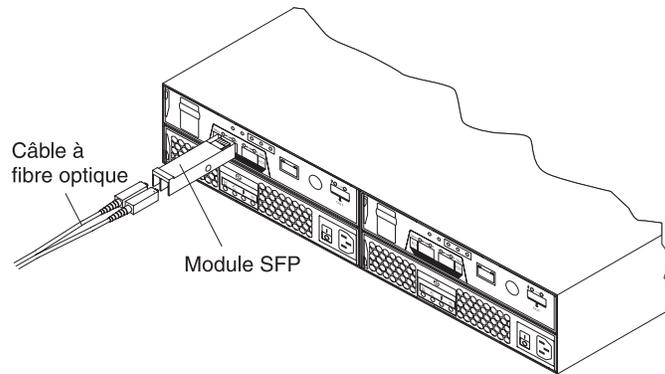

Figure 16. Installation d'un module SFP dans le port de l'hôte
4. Insérez le module SFP dans le port jusqu'à ce qu'un clic indiquant qu'il est en place se fasse entendre. Reportez-vous à la figure 16.